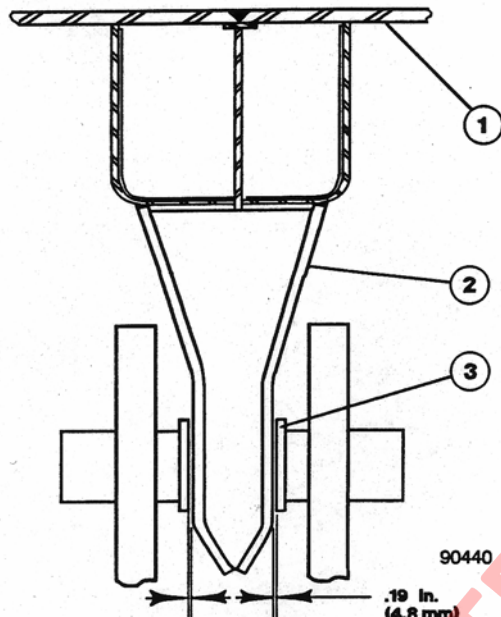

FIGURA 3-5. GUIA DE LA TOLVA
1. Los puntos de desgaste de la guía de la tolva deben inspeccionarse cada vez que se realiza la inspección de los soportes de la tolva (consulte la Figura 3-5). La guía de la tolva debe centrarse entre las placas de desgaste (3), con una separación máxima de 0,19 in. (4,8 mm) en cada costado cuando están nuevas.